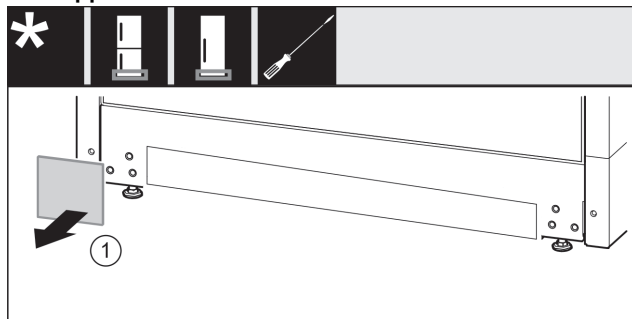

Fig. 16
- ▶ Tag afdækningen Fig. 16 (1) af.